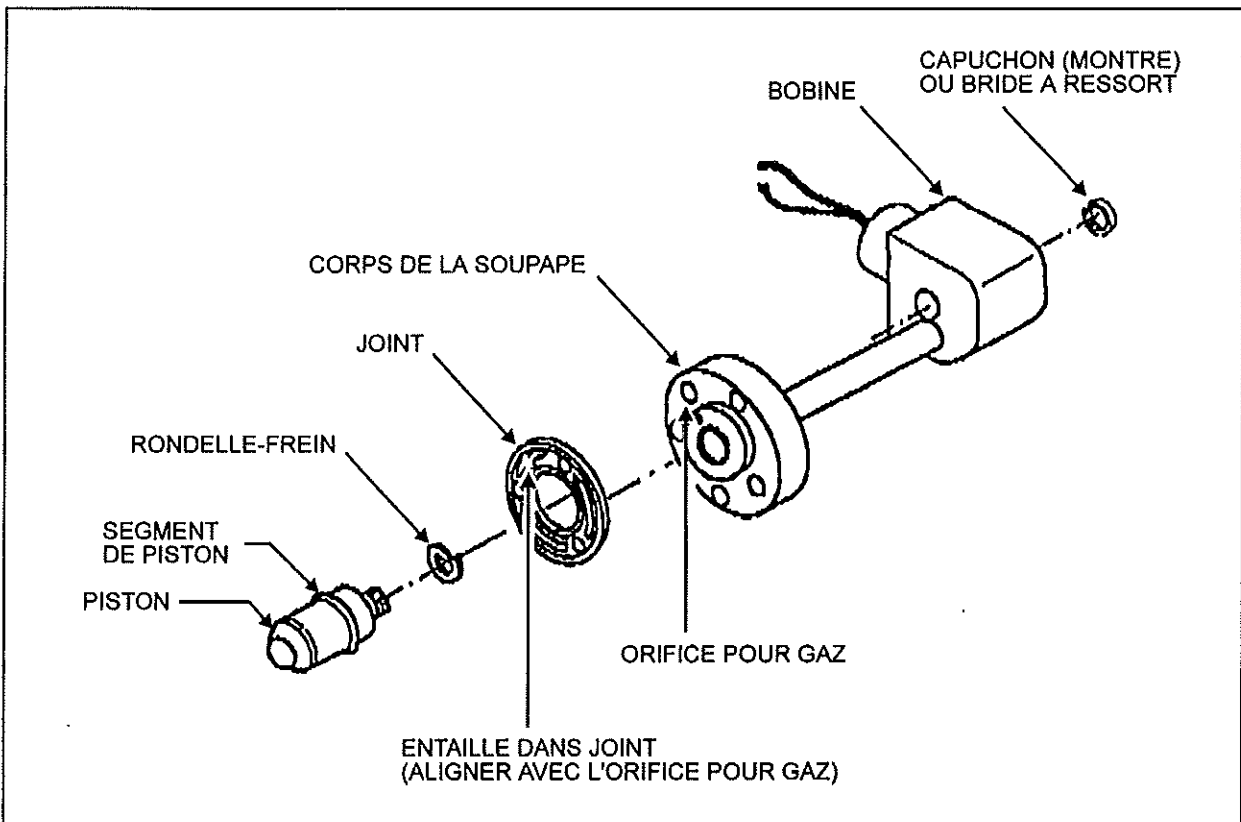

Fig. 1 - Soupape de décharge électrique assemblée
- c. Assembler la soupape de décharge électrique tel qu'illustré à la figure 1.
- d. Installer la soupape de décharge électrique en utilisant le nouveau joint d'étanchéité fourni. Lors de la pose du joint d'étanchéité, aligner son petit découpage en forme de demi-lune avec l'orifice pour le gaz (figure 1).